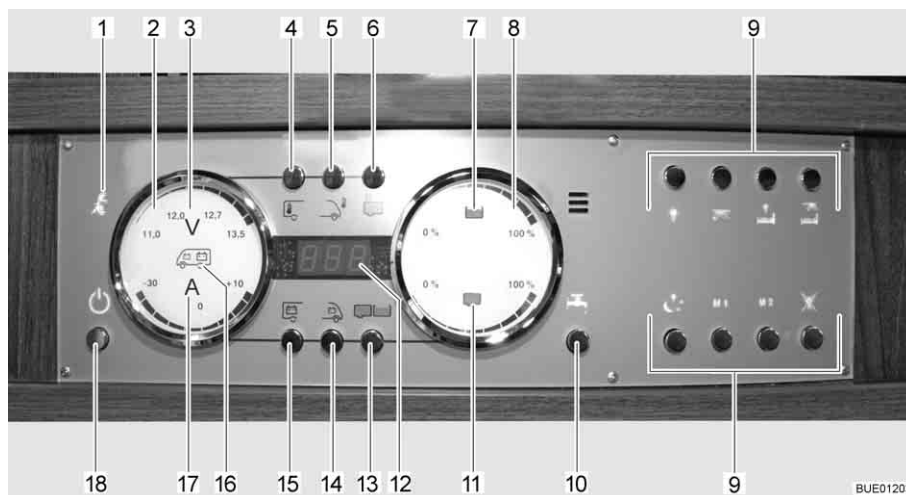

Fig. 136 Panneau de contrôle LT 510
Le voyant de contrôle 230 V (Fig. 136,1) s'allume si l'arrivée du bloc électrique est sous tension de réseau.
L'interrupteur principal 12 V (Fig. 136,18) établit ou coupe le panneau de contrôle et l'alimentation 12 V de la cellule.
- Appuyer brièvement sur la touche d'alimentation 12 V (Fig. 136,18). L'alimentation 12 V de la cellule est assurée. L'indicateur de contrôle "12 V" s'allume.
- ▷ La tension de la batterie de cellule est trop faible quand les DEL "11,0" de l'affichage en Volt et le symbole Volt "V" (Fig. 136,3) clignotent dans l'indicateur des batteries (Fig. 136,2) après la mise sous tension. Charger la batterie.
- ▷ La coupure de batterie est active quand l'indicateur de contrôle "12 V" et le symbole Volt "V" (Fig. 136,3) clignotent trois fois après la mise sous tension. Désactiver la coupure de batterie.
- Appuyer brièvement sur la touche d'alimentation 12 V (Fig. 136,18). L'alimentation 12 V de la cellule est coupée. L'indicateur de contrôle "Alimentation 12 V" s'éteint.
- Appuyer sur la touche batterie de cellule (Fig. 136,15) et la maintenir enfoncée pendant 10 secondes environ. Le symbole Volt "V" (Fig. 136,3) et l'indicateur de contrôle "12 V" clignotent trois fois. La batterie de cellule est coupée du réseau de bord de 12 V.
- Appuyer sur la touche d'alimentation 12 V (Fig. 136,18) et la maintenir enfoncée pendant 5 secondes environ. Le symbole Volt "V" (Fig. 136,3) et l'indicateur de contrôle "12 V" clignotent trois fois. La batterie de cellule est branché au réseau de bord 12 V. L'indicateur de contrôle s'allume au bout d'env. 5 secondes.
- Appuyer sur la touche de la batterie de cellule (Fig. 136,15). Le symbole Volt "V" (Fig. 136,3) s'allume. Le symbole Ampère "A" (Fig. 136,17) est allumé en blanc ou en rouge suivant l'état de chargement ou de déchargement. Les DEL à l'intérieur de l'indicateur indiquent la tension de la batterie et le courant de la batterie de cellule.
- Appuyer sur la touche de la batterie de démarrage (Fig. 136,14). Le symbole Volt "V" (Fig. 136,3) s'allume. Des DEL à l'intérieur de l'indicateur indiquent la tension de la batterie de démarrage.
- Appuyer sur la touche réservoirs (Fig. 136,13). Les symboles réservoir d'eau (Fig. 136,7) et réservoir d'eaux usées (Fig. 136,11) s'allument. Des DEL à l'intérieur de l'indicateur indiquent le niveau du réservoir d'eau (échelle supérieure) et celui du réservoir d'eaux usées (échelle inférieure).
Le symbole du réservoir d'eau (Fig. 136,7) ou celui du réservoir d'eaux usées (Fig. 136,11) clignote quand le réservoir d'eau est vide ou que le réservoir d'eaux usées est plein.
L'affichage numérique (Fig. 136,12) permet d'indiquer les températures intérieure et extérieure.
- Appuyer sur la touche température intérieure (Fig. 136,4). La température intérieure s'affiche.